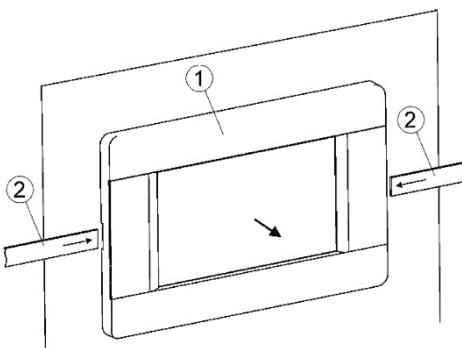

Abbildung 12: Abnehmen des Bedienfelds
Zum Auswechseln der Schalttafel (1) muss die Tafel von der Kesseltürabdeckung entfernt werden, indem geeignete flache Gegenstände (2) in die in Abbildung 12 gezeigten Schlitze eingeführt werden. Dadurch lösen sich die Blendenschlösser und die Blende kann entfernt werden.